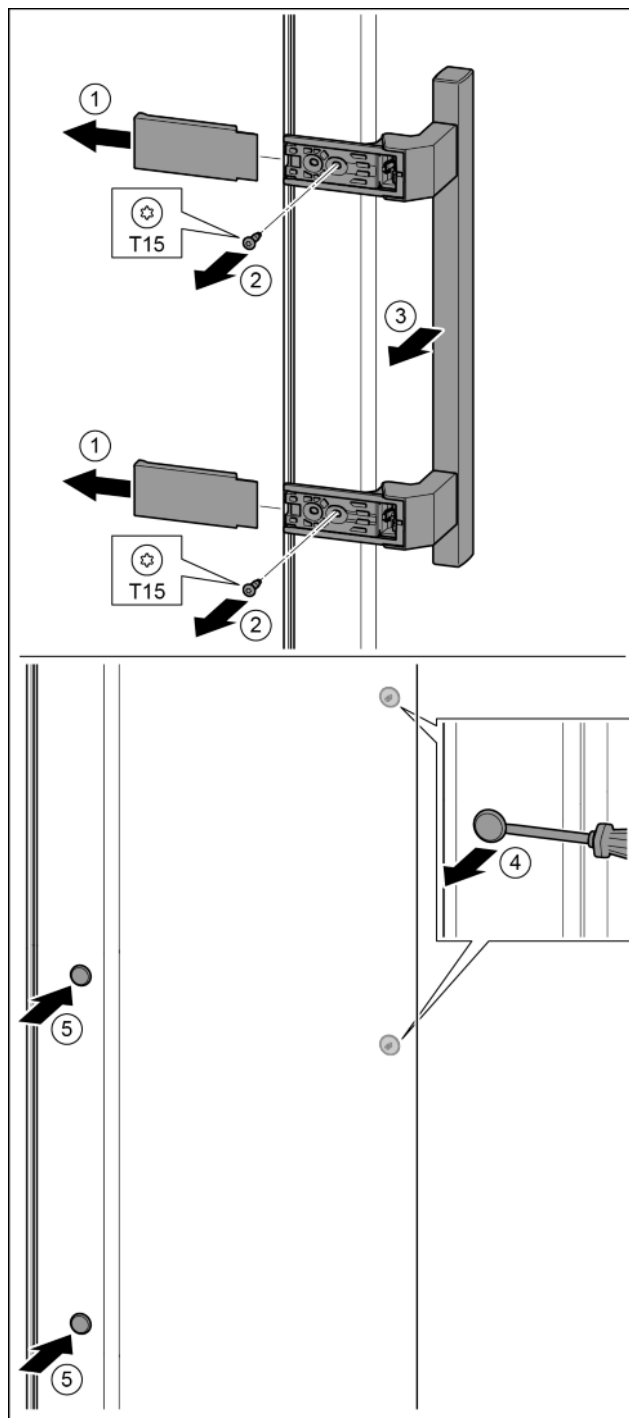

Fig. 37
- ▶ Noņemiet pārsegu. *Fig. 37 (1)*
- ▶ Ar skrūvgriezi T15 izskrūvējiet skrūves. *Fig. 37 (2)*
- ▶ Noņemiet rokturi. *Fig. 37 (3)*
- ▶ Uzmanīgi ar plakano skrūvgriezi paceliet un izvelciet ārā sānu aizbāzni. *Fig. 37 (4)*
- ▶ Ievietojiet atpakaļ aizbāzni otrajā pusē. *Fig. 37 (5)*